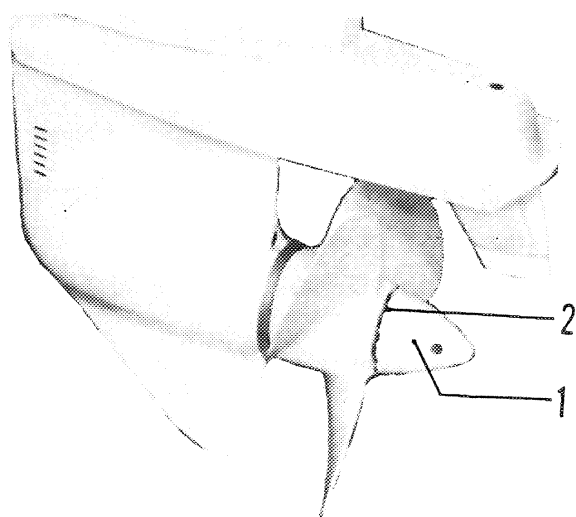

Figure 53 Transmission 250
1. Relevez les languettes de la rondelle de verrouillage 2, figure 53, du cône d'hélice de la transmission 250. Sur la transmission 100, le verrouillage du cône d'hélice se fait avec une goupille fendue.